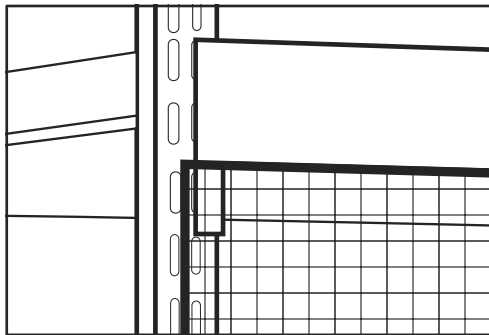

Figure 1
1. Alignez le filet de support à palette avec le centre du montant et la partie inférieure de la traverse de soutien. (Voir Figure 1)